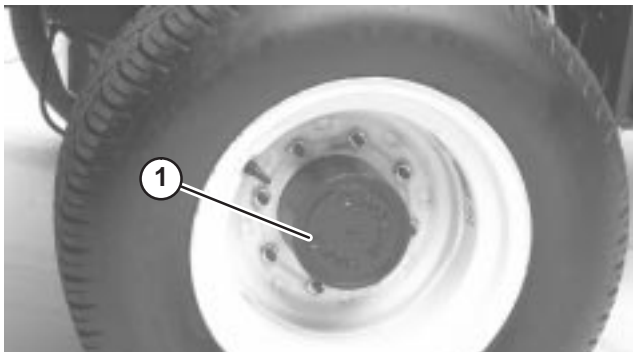
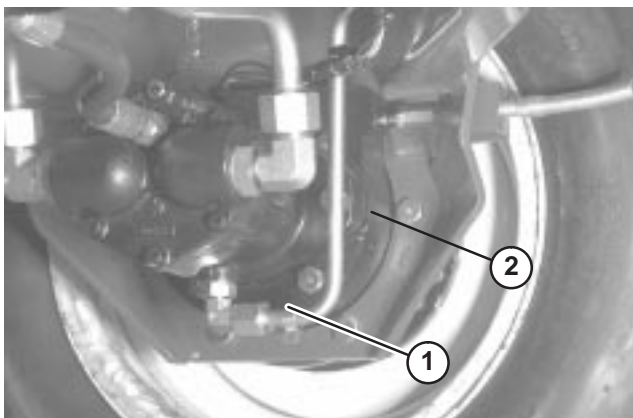

Bild 19
Bild 20
1. Stellen Sie, wenn sich die Maschine auf einer ebenen Fläche befindet, das Rad so, dass sich die Prüf-/Ablassschraube (Bild 19) entweder in der 2-Uhr- oder der 10-Uhr-Stellung befindet.
2. Entfernen Sie die Schraube (Bild 19) vom Planetengetriebe und die Prüfschraube an der Rückseite der Bremse (Bild 20). Der Ölstand muss die Unterseite des Prüfschraubenlochs an der Vorder- und Rückseite der Bremse erreichen.